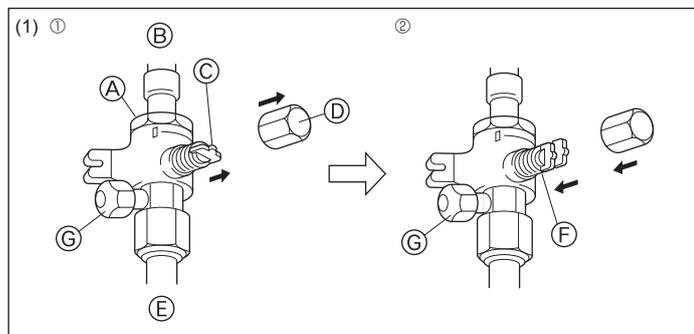
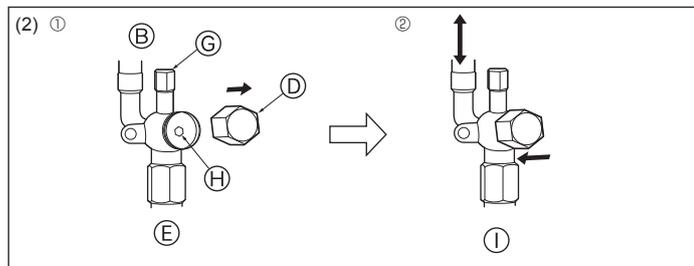

Fig. 4-12
Fig. 4-13
- (1) Gasside (Fig. 4-12)
- ① Fjern lokket, trekk håndtaket mot deg og drei 1/4 omdreining mot klokken for å åpne.
- ② Sørg for at stengeventilen er helt åpen, skyv håndtaket og drei lokket tilbake til utgangsstillingen.
- (2) Væskeside (Fig. 4-13)
- ① Fjern lokket og drei ventilstangen mot klokken så langt den går, ved å bruke en 4 mm sekskantnøkkel. Slutt å dreie når den treffer sperren. (ø6,35: ca. 4,5 omdreining) (ø9,52: ca. 10 omdreining)